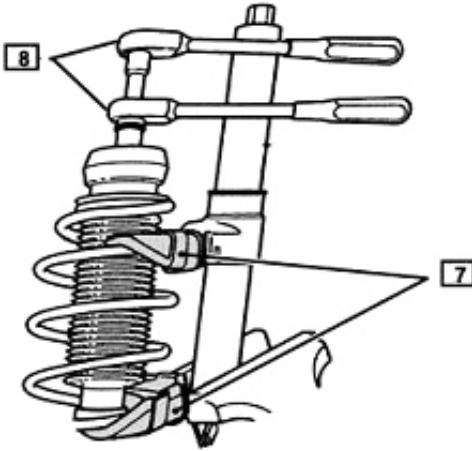

Fig. 2:
- **Fig. 2 / 3** Federbein in geeignete Haltevorrichtung klemmen.
- Federspanner (7) ansetzen.
- Feder spannen, bis oberes Federbeinlager (3) frei beweglich ist.
- Kolbenstangenmutter (2) mit Spezialwerkzeug (8) entfernen.
- Federspanner (7) abnehmen.
- **Fig. 2 / 3** Clamp suspension strut in suitable holding device.
- Apply spring tensioner (7).
- Compress spring until upper suspension strut bearing (3) is freely movable.
- Remove piston rod nut (2) with special tool (8).
- Remove spring tensioner (7).
- **Fig. 2 / 3** Insérer la jambe de force dans un dispositif de retenue approprié.
- Mettre en place le monte ressort (7).
- Tendre le ressort jusqu'à ce que le palier de jambe de force supérieur (3) se mouve librement.
- Enlever l'écrou de la tige de piston (2) avec un outil spécial (8).
- Oter le monte ressort (7).
- **Fig. 2 / 3** Fijar el amortiguador en un dispositivo de sujeción apropiado.
- Colocar el tensor de muelle (7).
- Tensar el muelle hasta que el cojinete del amortiguador superior (3) pueda moverse libremente.
- Retirar la tuerca del eje del amortiguador (2) con la herramienta especial (8).
- Retirar el tensor de muelle (7).